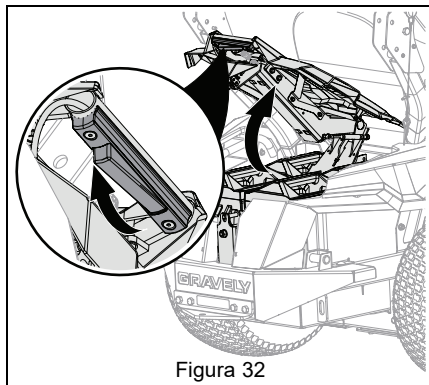

Figura 32
2. Aprire il gruppo cofano. Vedere Figura 32.